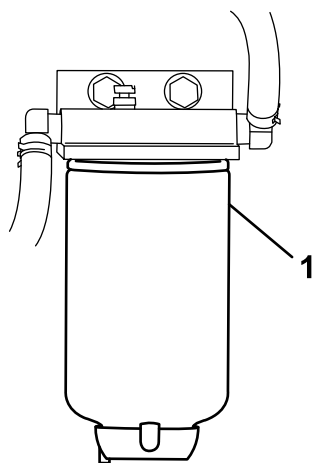

Figura 38
3. Desparafuse o filtro de combustível do suporte (Figura 38).